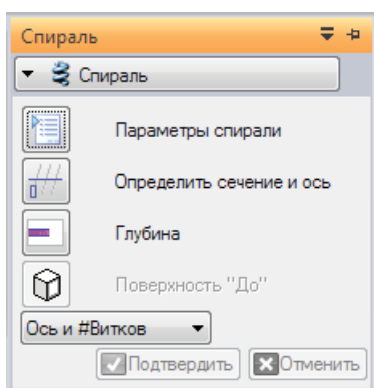

Рис. 2.3.26. Меню команды Спиральный выступ
1. После щелчка ЛКМ по иконке команды необходимо с помощью ЛКМ указать в графическом окне последовательно сечение и прямолинейную ось направляющей и подтвердить выбор, после чего станут доступны все параметры и опции меню команды (рис. 2.3.26), при этом в графическом окне появится быстрое меню задания количества витков и шага, а также стрелка указания направления. Кнопка **Сечение и ось**  в любой момент доступна в меню команды.